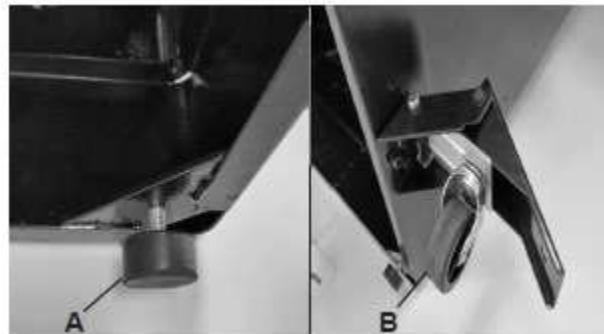

Рис. 1
2. Ввернуть две регулируемые ножки в нижнюю правую часть основания (рис. 1, А).
3. Установить узел педали сбоку основания с помощью трех винтов с шестигранным шлицем M8 x 50, с шестью плоскими шайбами на 8 мм, тремя пружинными шайбами на 8 мм и тремя гайками M8 (рис. 1, В).